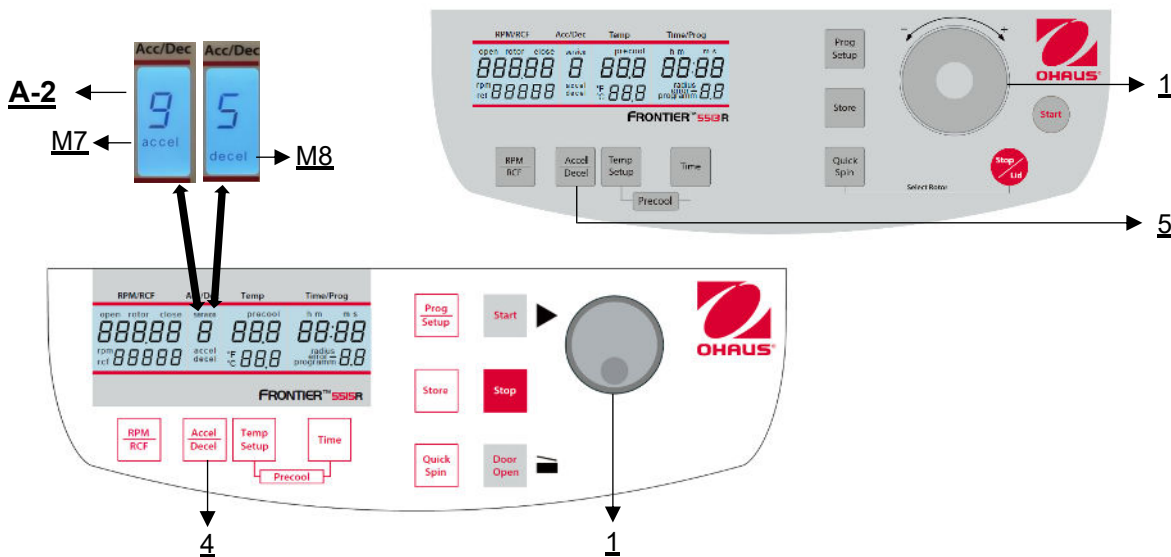

Abbildung 14
Diese Funktion wird über die Taste "**Accel/Decel**" (4) aktiviert (siehe Abbildung 14).